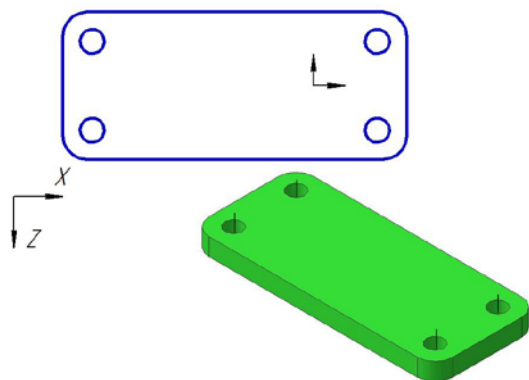

Рис. 4.15
2. Постройте внешнюю поверхность детали с помощью команды **Операция выдавливания**  (последовательность построений приведена на рис. 4.15 – 4.18).